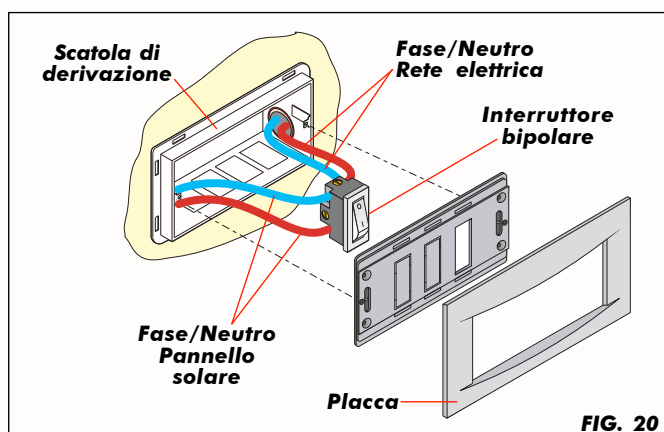

FIG. 20
- Incaricare un tecnico elettricista che provveda al collegamento dei cavi elettrici e all'installazione di un interruttore bipolare (fig. 20). L'interruttore bipolare permette di togliere tensione in sicurezza in fase di manutenzione. Inoltre, ha la funzione di proteggere i componenti elettrici del pannello solare da eventuali sovratensioni.